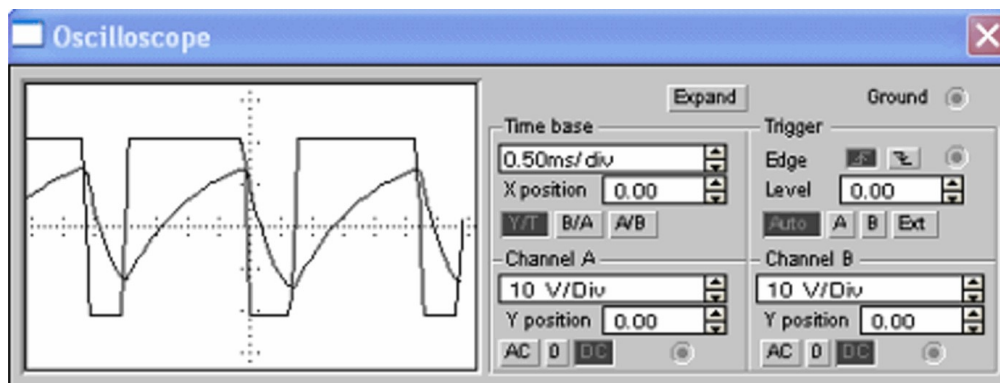

Рисунок 45 – Осциллограммы напряжения на конденсаторе и выходного сигнала
4. Развернуть и настроить осциллограф, изменяя чувствительность и длительность развертки. На экране можно наблюдать изменение напряжения на конденсаторе и выходной сигнал (рисунок 45)